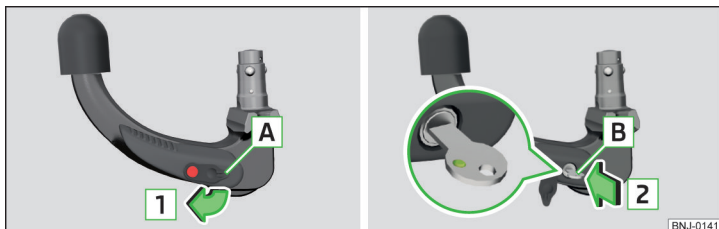

Fig. 130 Detășarea capacului de încuietoare / Introducerea cheii în încuietoare
- Îndepărtați apărătoarea **A** de pe încuietoare, în sensul săgeții **1** » fig. 130.